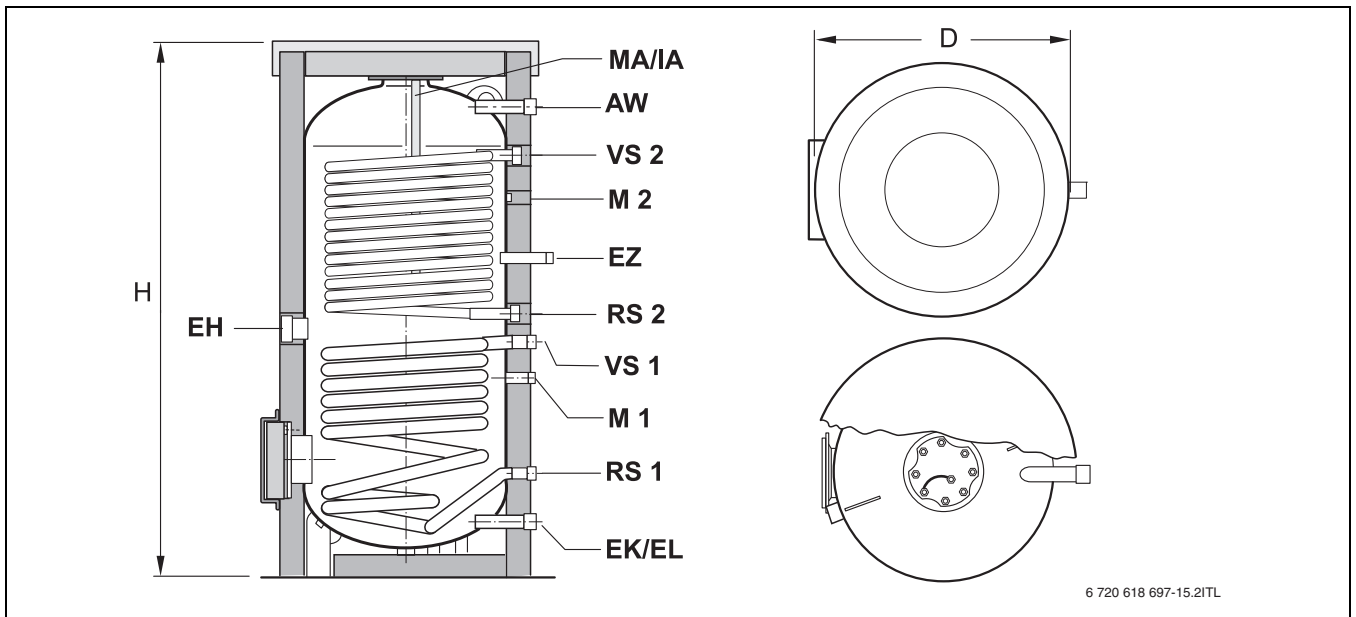

Fig. 2 Dimensions et raccords
- ▶ Raccorder le départ et le retour de la pompe à chaleur et de l'installation solaire aux raccords correspondants (→ fig. 2, page 5).